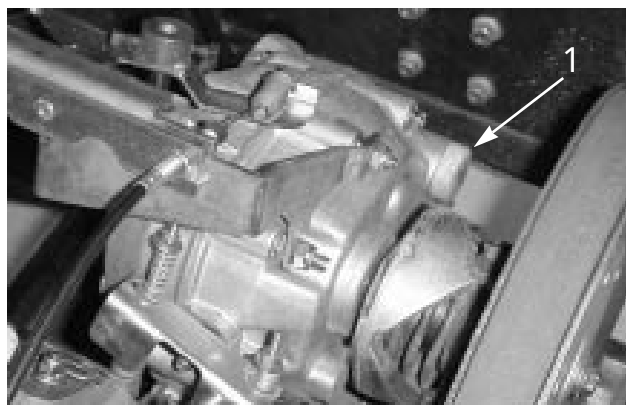

図 42
3. 給油口 (図42) から約1.4 lのオイル (10W30) を入れる (点検穴の下まで)。